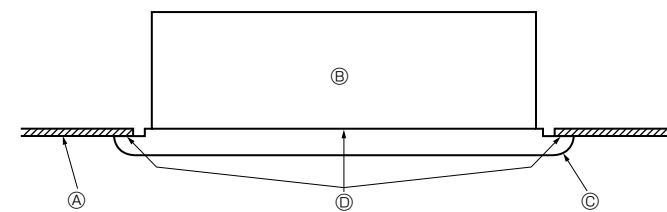

Fig. 5-6
- Serrer ensuite les boulons de fixation ② et les vis de fixation ③ aux trois emplacements centraux.
- Serrer finalement les boulons de fixation ② aux quatre emplacements à gauche et à droite.
- A ce stade, vérifier qu'il n'y a pas de vide entre l'appareil intérieur et la face avant ainsi qu'entre la face avant et la surface du plafond. Si des vides subsistent, l'air risque de s'infiltrer par ceux-ci et de provoquer la chute de gouttes d'eau (Fig. 5-6).
- \* Serrer complètement les boulons ② et les vis de fixation ③.
5.4. Vérifications après l’installation (Fig. 5-6)